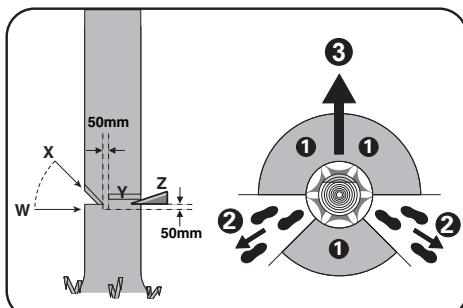

Fig. 1
Al comenzar a desplomarse el árbol, saque la sierra de cadena del corte, desconéctela, depositela, y abandone el área de peligro siguiendo la trayectoria de escape prevista (2). Tenga cuidado con las ramas que puedan caer y procure no tropezar. (Ver Fig. 1)